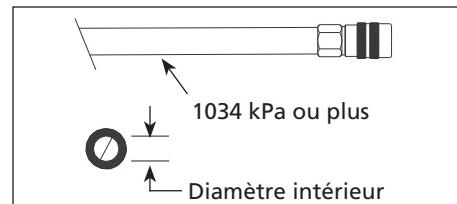

Figure 14 - Exigences du tuyau à air
**BOYAU D'ALIMENTATION D'AIR :** Utilisez TOUJOURS les tuyaux d'alimentation d'air avec une pression de service minimale égale à ou supérieure à la pression de la source de courant, ou 1 034 kPa, selon la valeur la plus élevée. Utiliser un tuyau d'air de 6,4 mm (1/4 po) pour les longueurs jusqu'à 15 m (50 pieds). Utiliser les tuyaux d'air de 9,5mm (3/8 po) pour 15 m ou plus (voir la figure 14 et le tableau 3).